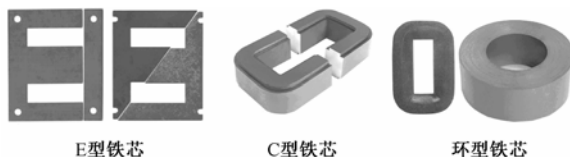

图 3-6 常见的低频变压器铁芯
**低频变压器是指用在低频电路中的变压器。**低频变压器铁芯一般采用硅钢片,常见的铁芯形状有 E 型、C 型和环型,如图 3-6 所示。